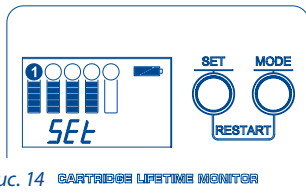

Рис. 14 CARTRIDGE LIFETIME MONITOR
a. Последовательно нажимать кнопку MODE, пока на дисплее не покажется надпись SET (Рис. 14).